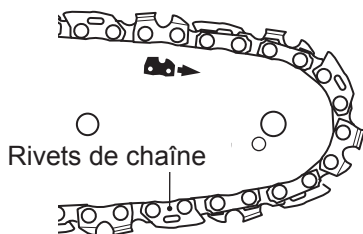

Fig. 11
1. Placez le produit sur une surface plane appropriée, avec le carter de la chaîne de sciage (22) tourné vers vous.
2. Vérifiez la tension de la chaîne en soulevant d'une main la chaîne de sciage (20). La tension de la chaîne est correcte lorsque la chaîne de sciage peut être soulevée d'environ 2 à 4 mm au centre du guide-chaîne (19) (Fig.11, 12).